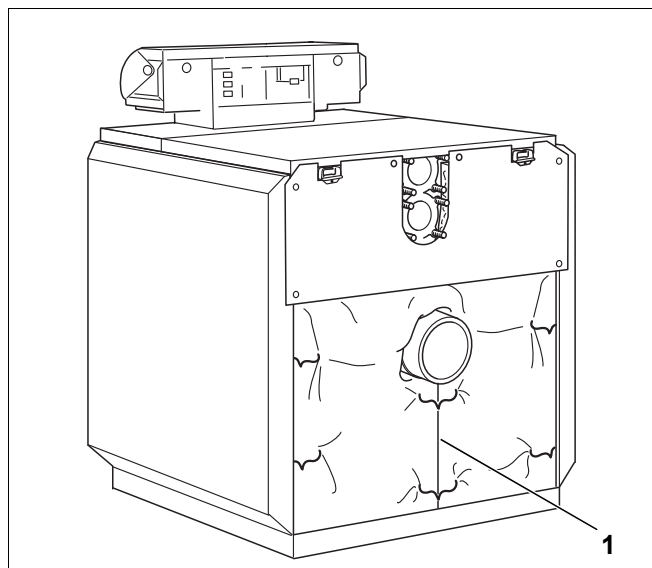

Bild 55 Hintergliedwärmedämmung zusammenziehen
- ▶ Hintergliedwärmedämmung herunterklappen und mit der Spannfeder unterhalb des Abgasstutzens zusammenziehen (Bild 55, **Pos. 1**).